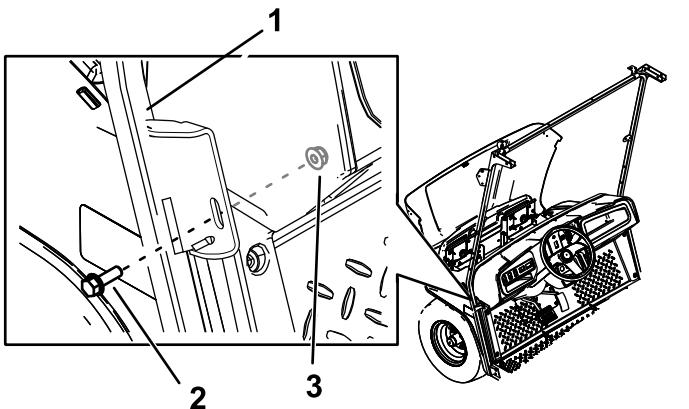

Figura 31
- Fije la pestaña central de los montantes izquierdo y derecho del parabrisas a la máquina con 2 pernos hexagonales con arandela prensada (5/16" x 1") y 2 tuercas (5/16") en los taladros que perforó (Figura 31).